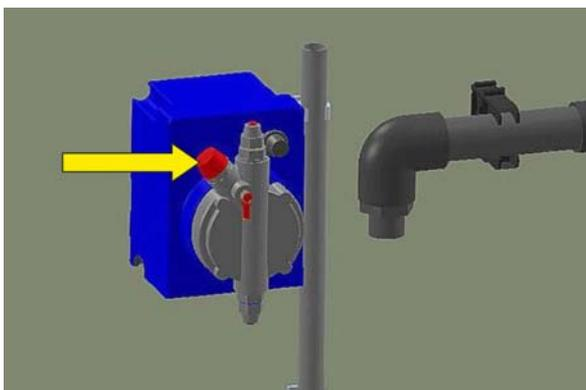

Bild 7-9: Knopf an Säurepumpe
4. Drehen den Knopf auf (siehe Bild 7-9).